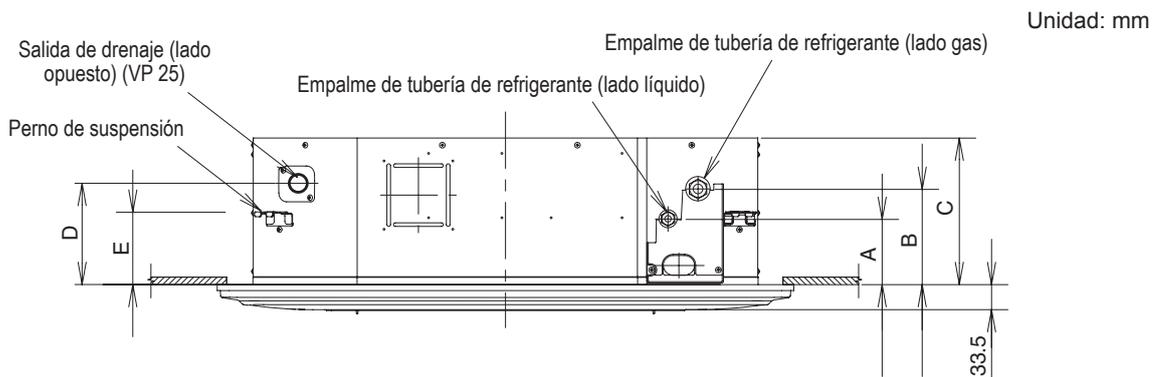

Fig. 1-3
- (3) Determinar la separación entre pernos de suspensión usando el diagrama de instalación a escala 1:1 suministrado. El diagrama y la tabla (Fig. 1-3 y Tabla 1-2) muestran la relación entre las posiciones de los accesorios de suspensión, la unidad y el panel.